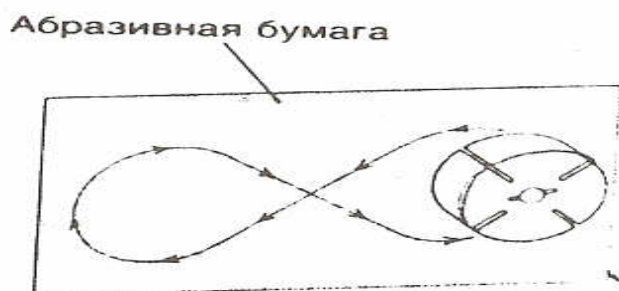

Рис. 16 Зачистка ротора абразивной бумагой
16. Установите вентилятор (см. рис. 16).
15. Четыре раза проведите ротором по бумаге без нажима, описывая фигуру типа восьмерки (см. рис. 16).